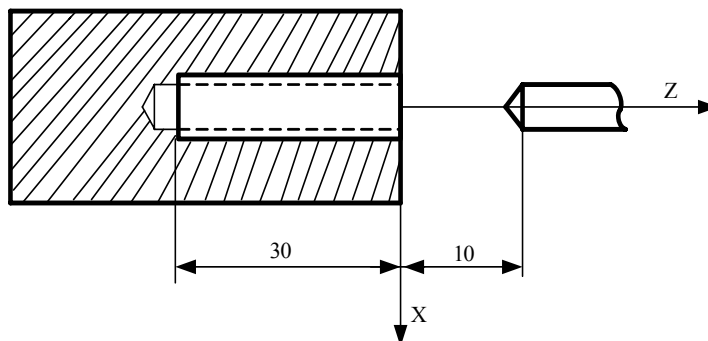

图 3-2-16-1 G33 攻丝循环
功能1： Z 轴从起点位置 (G33代码运行前的位置) 到Z (W) 指定的终点位置的攻丝 (轨迹如图3-2-16-1所示)，主轴反方向旋转，Z 轴返回循环起点。